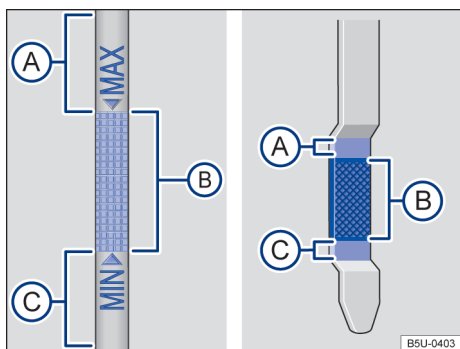
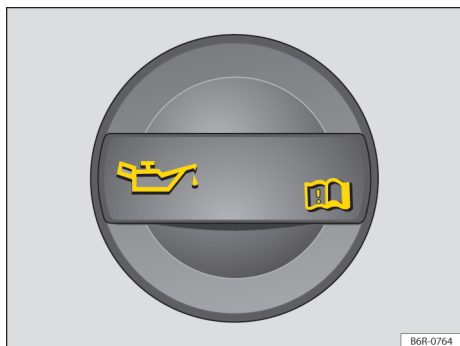

Fig. 181 Vareta de medição do óleo com marcas de nível do óleo do motor.
Fig. 182 No compartimento do motor: tampa da abertura para enchimento de óleo do motor.
4. Identificar a abertura para enchimento de óleo do motor e a vareta de medição do óleo. A abertura para enchimento do óleo do motor é identificada pelo símbolo 🛢 na tampa → Fig. 182 e pela vareta de medição do óleo com a alça colorida. Se não estiver claro onde a tampa e a vareta de medição do óleo se encontram, procurar uma Concessionária Volkswagen ou uma empresa especializada.
5. Retirar a vareta de medição do óleo do tubo-guia e limpar com um pano limpo → ❶.
7. Retirar novamente a vareta de medição do óleo e ler o nível do óleo do motor na vareta de medição → Fig. 181 da seguinte maneira:
- ❶: **não** completar o óleo → ❶. Continuar com a etapa 15.
- ❷: nível do óleo correto. O óleo pode ser completado (aproximadamente 0,5 l). Continuar com a etapa 8 ou 15.
- ❸: completar **obrigatoriamente** com óleo recomendado mantendo o nível dentro da região ❷. Continuar com a etapa 8.
9. Desrosquear a tampa do bocal de enchimento de óleo do motor → Fig. 182.
12. Verificar novamente o nível do óleo do motor na vareta de medição do óleo antes de reabastecer mais uma pequena quantidade de óleo do motor. Nunca reabastecer com óleo do motor em excesso → ①.
13. No final do processo de abastecimento do óleo, o nível do óleo do motor deve estar, ao menos, no meio da área → Fig. 181 ②, mas jamais acima da área ③ → ④.
- Não ligar o motor se o nível do óleo do motor estiver acima da área → Fig. 181 ③. Procurar auxílio técnico especializado. Caso contrário, o catalisador e o motor podem ser danificados!
O nível do óleo do motor não deve em nenhuma hipótese ultrapassar a área → Fig. 181 ③. Com o nível acima dessa área, o óleo pode ser aspirado pela ventilação do cárter, sendo lançado na atmosfera pelo sistema de escape. Além disso, o óleo pode ser queimado dentro do catalisador, danificando-o.
Em caso de alta demanda do motor, o nível do óleo do motor deve estar o mais próximo possível da área → Fig. 181 ③ – sem ultrapassar, como, por exemplo, em longas conduções em estrada durante o verão ou durante travessias de montanhas.